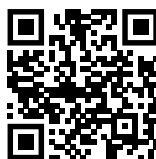

Fig. 108
- ▶ Open het Liebherr SmartMonitoring Dashboard. (zie Fig. 108).